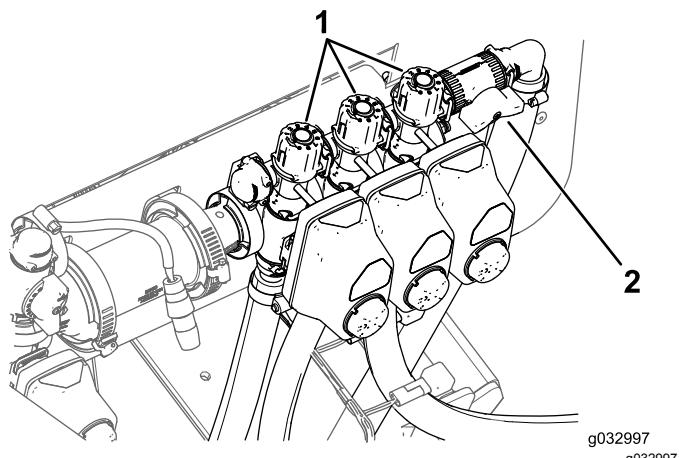

Figura 47
11. Desactive el brazo izquierdo y ajuste el pomo de desvío de los brazos (Figura 47) hasta que el caudal mostrado esté en el nivel anterior según la tabla.
13. Ajuste el pomo de desvío del brazo derecho (Figura 47) hasta que el caudal mostrado esté en el nivel anterior según la tabla.
15. Ajuste el pomo de desvío del brazo central (Figura 47) hasta que el caudal mostrado esté en el nivel anterior según la tabla.